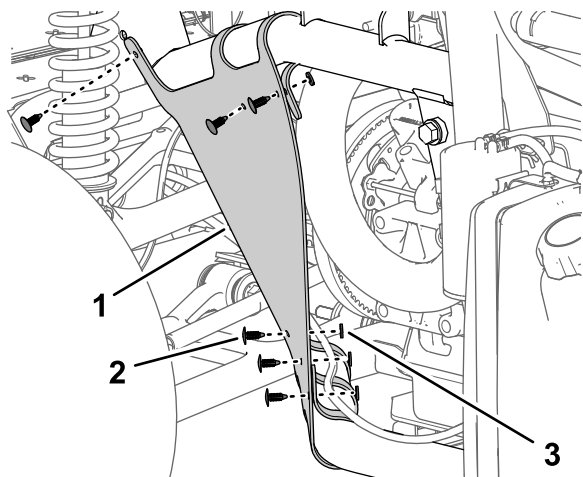

图 12
- 拆下将内挡泥板罩固定到机器机架的 6 个压入式紧固件和 5 个垫圈 9/16 x 1/2 英寸 **图 12**。